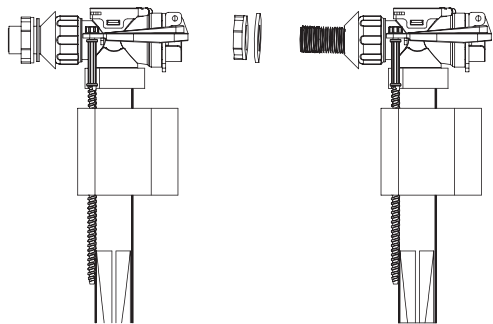

Рис. 2 / 2-сур.
1. Откройте крепежную гайку на впускном клапане (рис. 2).